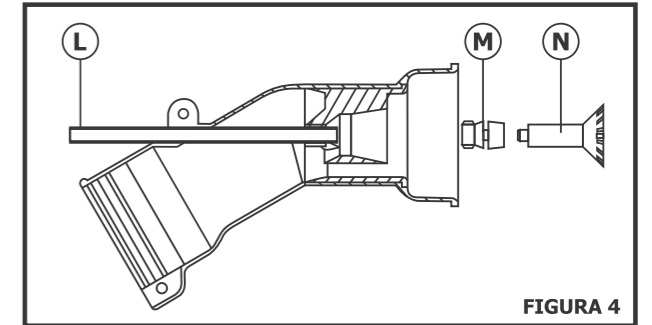

FIGURA 4
**Puntas dosificadoras de caudal (Figura 4):** Para modificar el caudal de descarga, utilice las puntas (M) dosificadoras codificadas por colores que van con el equipo. Para sustituirla, hale el inyector (L) totalmente hacia el frente y gire manualmente la punta dosificadora (M) hasta que la desenrosque totalmente. Selecciones y coloque la punta con el caudal deseado, seguidamente empuje nuevamente el inyector (L) hasta su posición inicial.
Utilizando el alargador (N), conseguirá un sensible aumento en el diámetro del cono de atomización, pero la velocidad de salida de aire y el alcance del chorro disminuirán. Para utilizarlo, basta enroscar (manualmente) el alargador (N) en la punta dosificadora (M) que va con el equipo (figura 4).